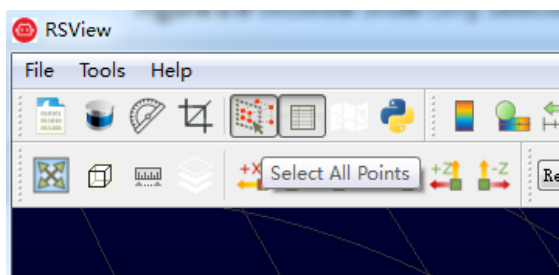

图 A-19 RSView Select All Points 工具
8. 点击 **Select All Points** 工具，这使得您的鼠标变成一个数据点选择工具（图 A-19）。